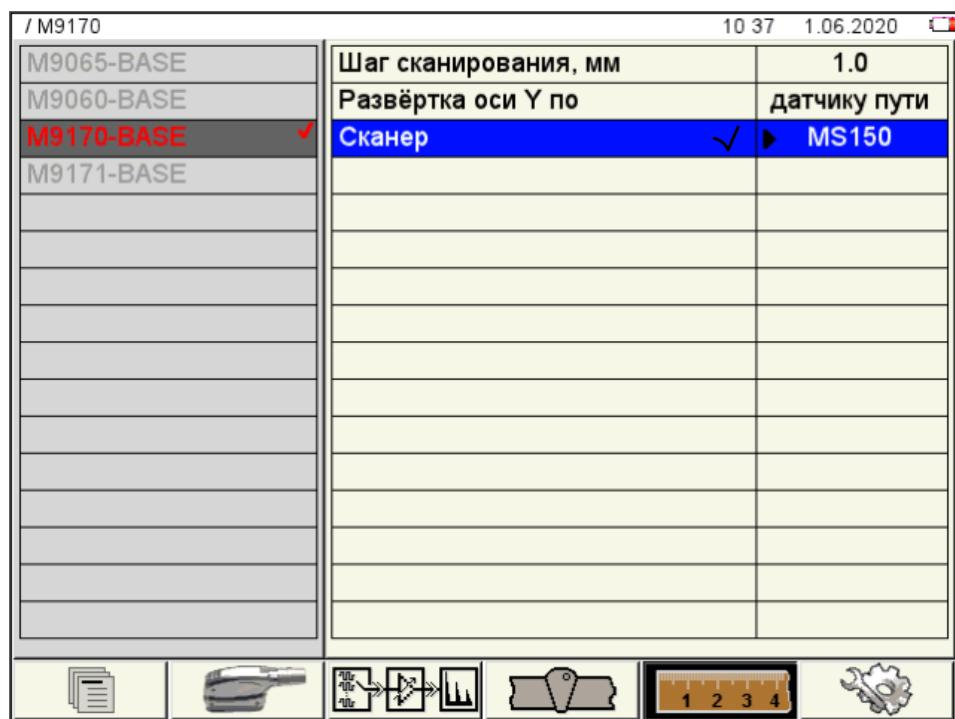

Рисунок 40
- При корректных результатах калибровки параметр СКАНЕР будет отмечен знаком «✓» (рисунок 40).